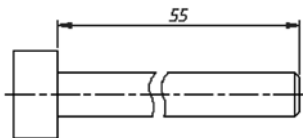

图 5-64 选择线性标注
- 2) 选择要在其上添加折弯的线性标注。例如, 选择如图 5-64 所示的线性标注。